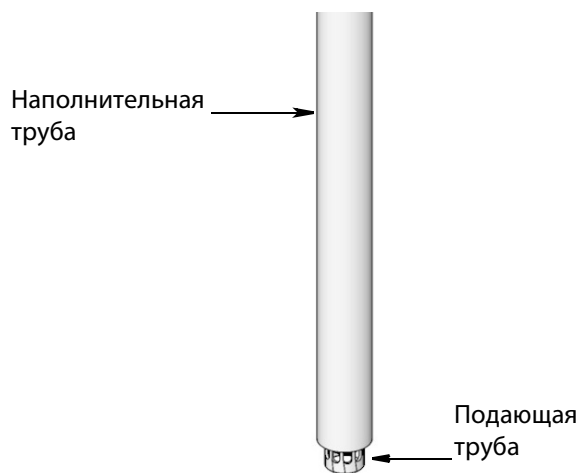

Рис. 11
**ПРИМЕЧАНИЕ.** Нижняя труба насоса состоит из двух частей (Рис. 11):